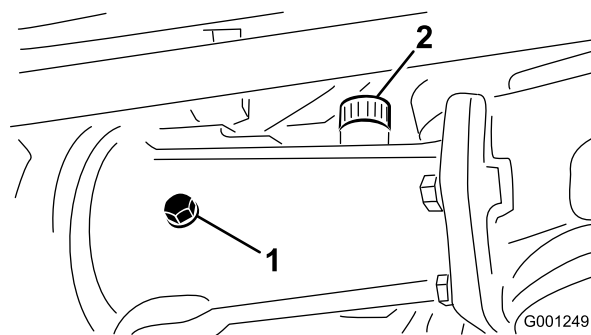
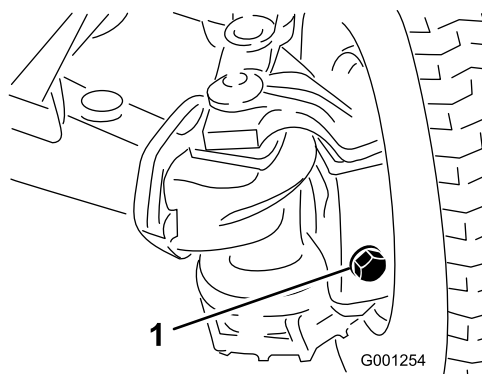

Figure 62
Figure 63
2. Retirez le bouchon de contrôle du carter de pont central, ainsi que les bouchons de remplissage/contrôle de chaque carter de pont extérieur (Figure 62 et Figure 63).
3. Vérifiez que le niveau de lubrifiant atteint le filetage au bas de chaque orifice de bouchon (Figure 62 et Figure 63).
- A. Si vous remplissez le carter de pont, retirez le bouchon de remplissage (Figure 62).
- B. Faites l'appoint de lubrifiant dans les réservoirs de pont arrière jusqu'à ce que le niveau atteigne le bas des orifices des bouchons de contrôle (Figure 62 et Figure 63).
- C. Si vous avez retiré le bouchon de remplissage du carter de pont central, appliquez du produit d'étanchéité au PTFE sur le filetage du bouchon et vissez-le dans le carter (Figure 62).
5. Appliquez du produit d'étanchéité au PTFE sur le filetage du bouchon de contrôle du carter de pont central et des bouchons de remplissage/contrôle des 2 carters de pont extérieurs (Figure 62).
6. Revissez le bouchon de contrôle dans le carter de pont central et les bouchons de remplissage/contrôle dans les 2 carters de pont extérieur (Figure 62 et Figure 63).
1. Bouchon de vidange (3)
8. Appliquez du produit d'étanchéité au PTFE sur le filetage du bouchon de contrôle du carter de pont central et des bouchons de remplissage/contrôle des 2 carters de pont extérieurs ; voir la Figure 62 et la Figure 63 à la rubrique Contrôle du niveau de lubrifiant du pont arrière \(modèle 30345 seulement\) (page 51).
9. Revissez le bouchon de contrôle dans le carter de pont central et les bouchons de remplissage/contrôle dans les 2 carters de pont extérieur ; voir la Figure 62 et la Figure 63 à la rubrique Contrôle du niveau de lubrifiant du pont arrière \(modèle 30345 seulement\) (page 51).